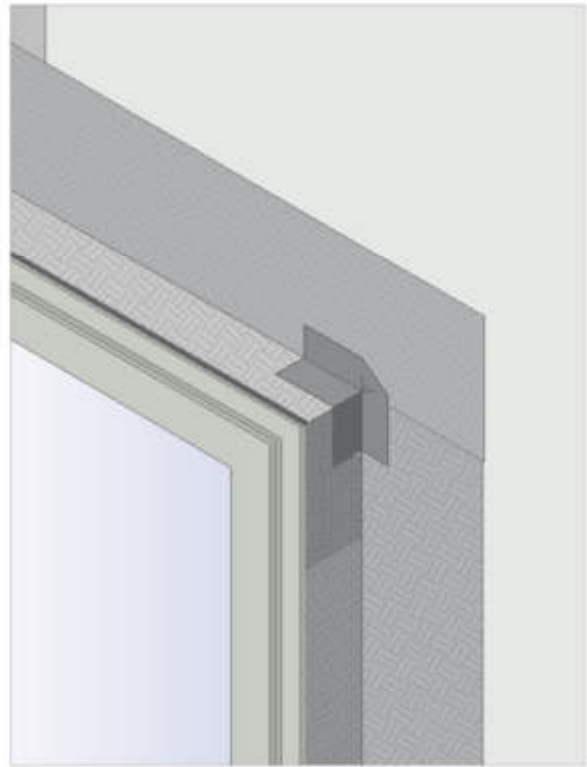

Figura 15
- La membrana de butilo para el sellado de ventanas y puertas ME480 RF pueden sellarse utilizando pequeños parches de la cinta como se muestra en la Figura 15.